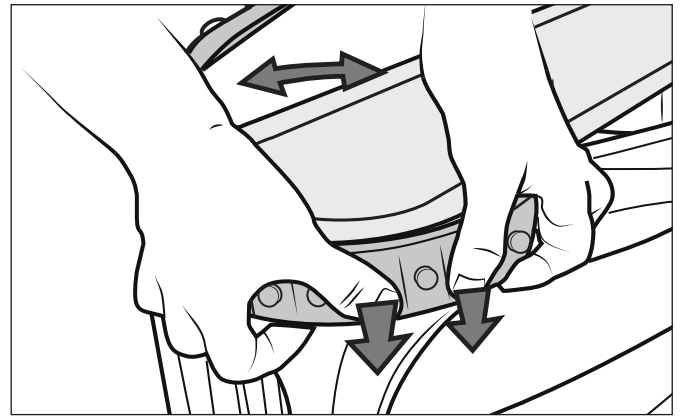

Figura 30. Empuje la oruga hasta ubicarla en su posición en la rueda
- Presione y ubique la nervadura del interior de la oruga en la ranura de la rueda posterior (Figura 30). Si fuera necesario, gire suavemente la rueda para facilitar la instalación.